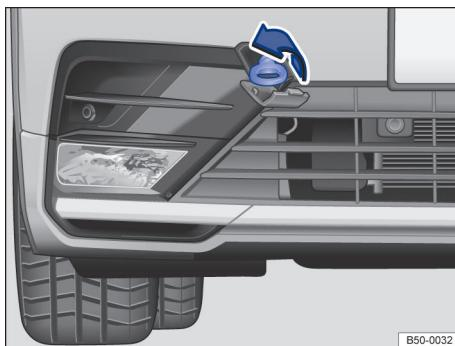

Fig. 221 No para-choque dianteiro à direita: rosquear a argola de reboque.
- Rosquear a argola de reboque tão firme quanto possível **no sentido anti-horário** no alojamento → Fig. 221 , → ①. Utilizar um objeto apropriado com o qual a argola de reboque possa ser rosqueada com firmeza no alojamento.